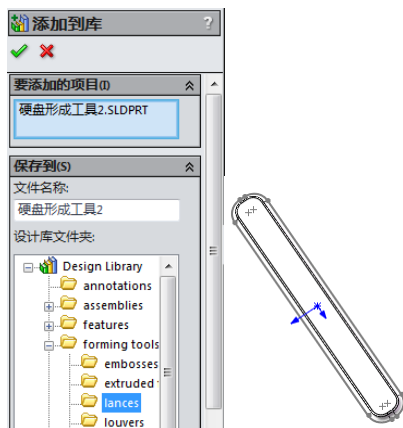

图 10-160 保存成形工具
⑩保存成形工具。在 FeatureManager 设计树中右击成形工具零件名称，在弹出的菜单中选择“添加到库”命令，弹出“添加到库”属性管理器。在“设计库文件夹”栏中选择“lances”文件夹作为成形工具的保存位置，将此成形工具命名为“硬盘成形工具 2”，保存类型为“sldprt”，如图 10-160 所示，单击“确定”按钮完成对成形工具 2 的保存。